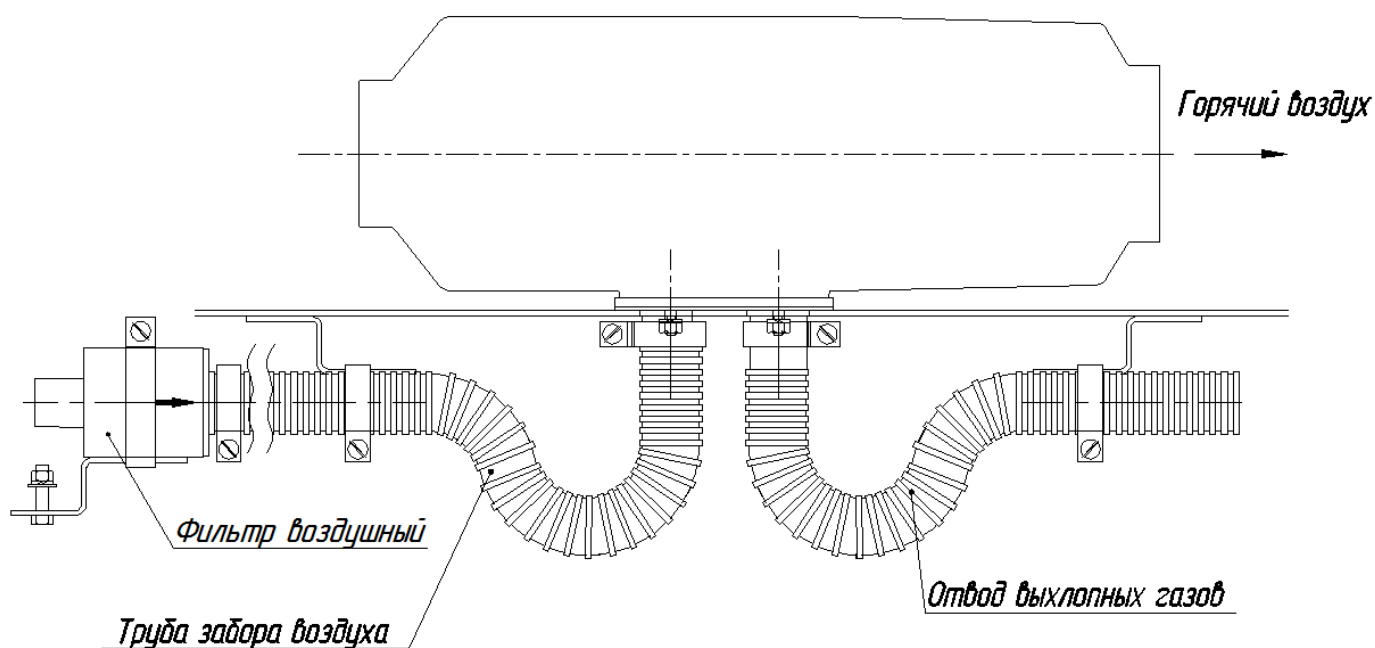

Рис.5 Монтаж заборной трубы и воздушного фильтра
5.2 Монтаж воздухозаборной трубы и воздушного фильтра (рис. 5)
Воздухозаборную трубу монтируют таким образом, чтобы исключить попадание снега и набегающего потока воздуха при движении автомобиля. Крепление воздухозаборной трубы производят с помощью червячных хомутов и кронштейнов. Количество крепежных точек определяется при монтаже. Наиболее распространенный вариант монтажа заборной и выхлопной трубы показан на рис.5 и 5а.
5.3 Монтаж выхлопной трубы и искрогасителя (рис. 5а).
Рис. 5а Монтаж выхлопной трубы и искрогасителя